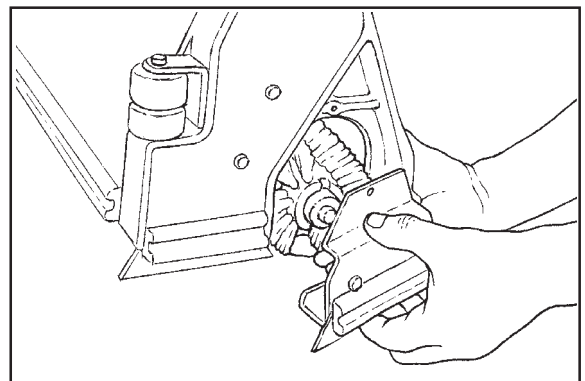

Рисунок 23
5. Опустите дверку приблизительно на 1/2 дюйма и снимите дверку и подшипник с вала (смотрите рис. 23).